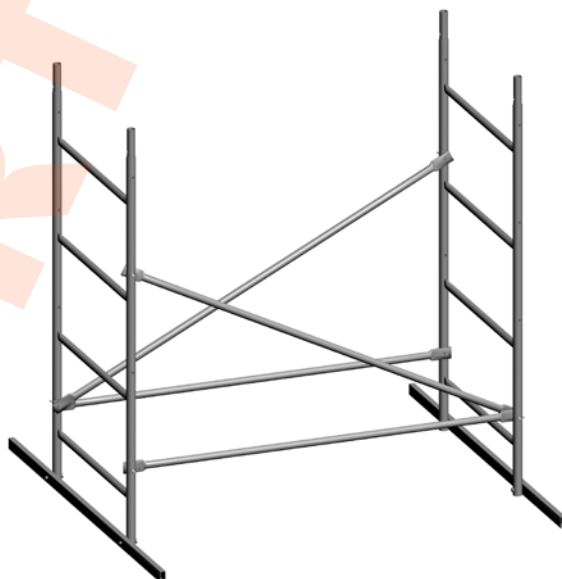

рис.2
4.2. Лестницы с присоединенными траверсами соединить горизонтальными (3) и диагональными (2) стяжками. Диагональные стяжки устанавливаются с противоположных сторон вышки «крест на крест» (рис.2)